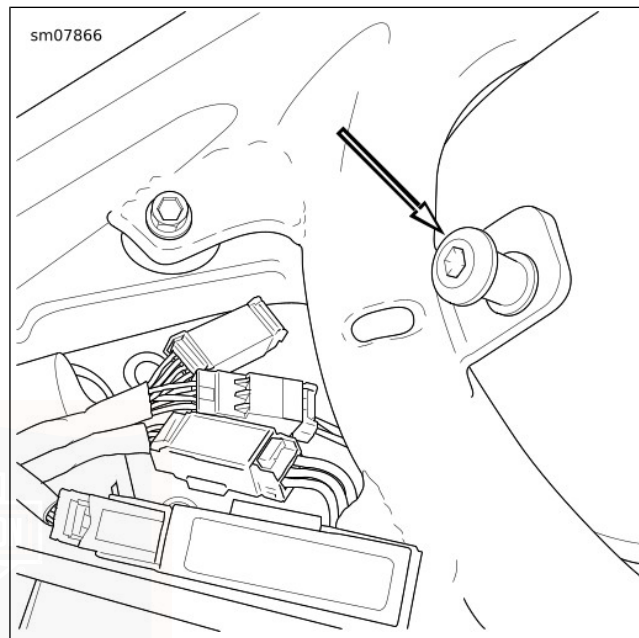

Figura 72. Prigioniero della sella
3. Vedere Figura 72. Sollevare leggermente per staccare dal prigioniero della sella la staffa con l'asola.